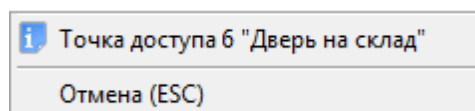

Рисунок 8-165 Контекстное меню для точки доступа при отсутствии у оператора прав на предоставление доступа
- Нет прав на предоставление доступа (см. Рисунок 8-165).